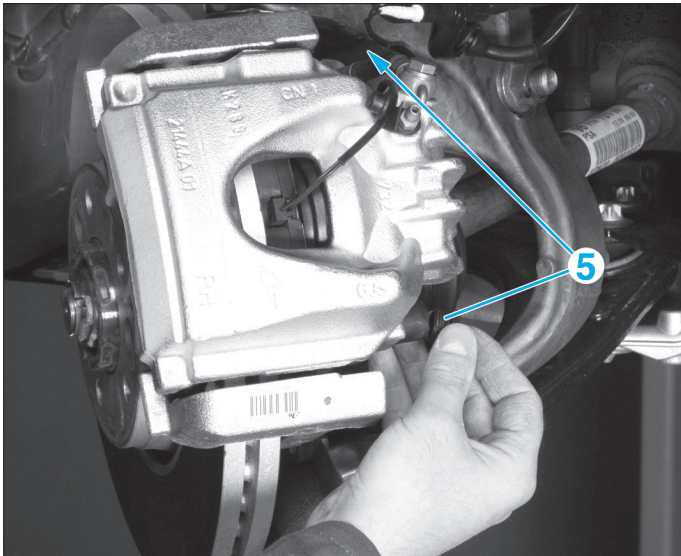

Fig. 5
- les obturateurs (5) (Fig.5),